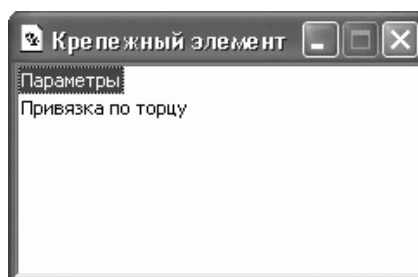

Рис. 2.121. Меню операции вставки крепежного элемента из библиотеки
6. Не выходя из библиотечной команды (то есть не прерывая процесс вставки), постройте еще два таких же крепежных элемента. После перейдите к формированию крепежа на бобышках. По составу он ничем не отличается от крепежного пакета, соединяющего фланцы корпуса и крышки, только диаметр соединения (диаметр резьбы болта, гайки и диаметр шайбы) несколько больше – 14 мм. Для этой цели воспользуйтесь командой меню текущей операции библиотеки – Параметры. Если вы не завершили выполнение текущей библиотечной операции, то меню будет доступно в левом верхнем углу главного окна программы (рис. 2.121). Дважды щелкнув на пункте Параметры, вы вновь вызовете окно Крепежный элемент, в котором можно настроить параметры новых крепежных пакетов и продолжить их ввод. В нашем случае необходимо лишь изменить диаметр, выбрав из раскрывающегося списка значение 14. Нажмите ОК и продолжите размещение крепежа на чертеже (убедитесь, что диаметр всех составляющих крепежного пакета изменился и стал равен 14 мм). Аналогично созданию соединений на фланцах, постройте четыре крепежных элемента на бобышках главного вида. Удалите часть контура крышки и корпуса, которая была перекрыта изображением болта крайней правой бобышки.
Возможно, вы обращали внимание, что окно, похожее на показанное на рис. 2.121, появлялось при выполнении различных библиотечных команд. Советую чаще пользоваться присутствующими в нем командами. Например, при вставке одиночного болта или гайки в такое меню присутствуют команды для динамического переключения типа отображения (вид сбоку, вид сверху и т. п.), что позволяет вставить в чертеж несколько видов одного и того же объекта без вызова диалогового окна настроек элемента. Команды меню различаются для каждой конкретной библиотеки.